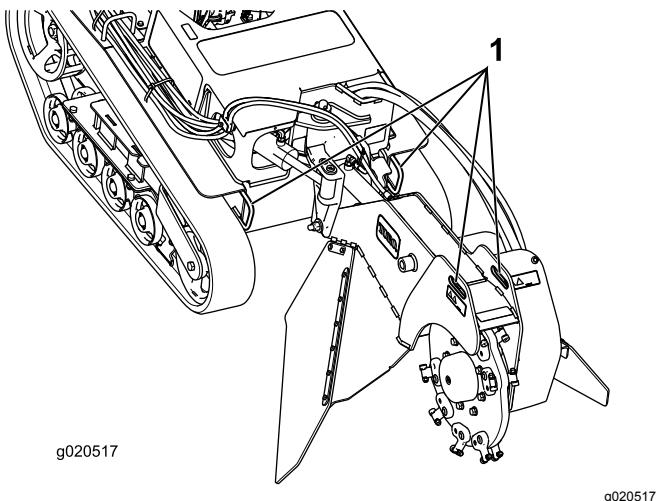
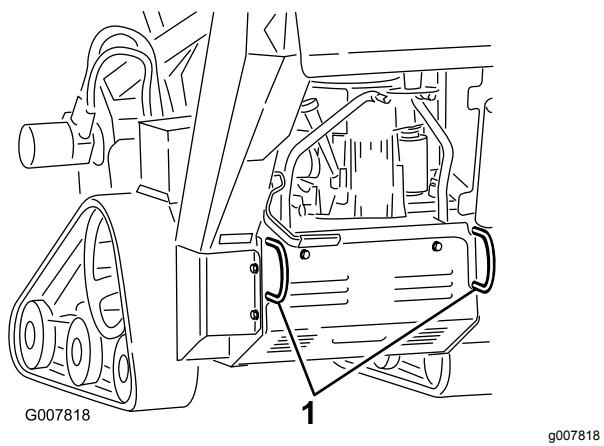

Figura 21
Figura 22
3. Fissate la macchina al rimorchio con catene o cinghie utilizzando gli anelli di attacco/sollevamento sulla parte anteriore e posteriore della macchina (Figura 21 e Figura 22). Fate riferimento alle ordinanze locali per i requisiti relativi ai rimorchi e ai punti di attacco.
La macchina può essere sollevata utilizzando gli anelli di attacco/sollevamento come punti di sollevamento (Figura 21 e Figura 22).